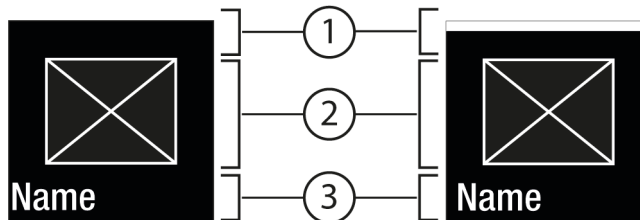
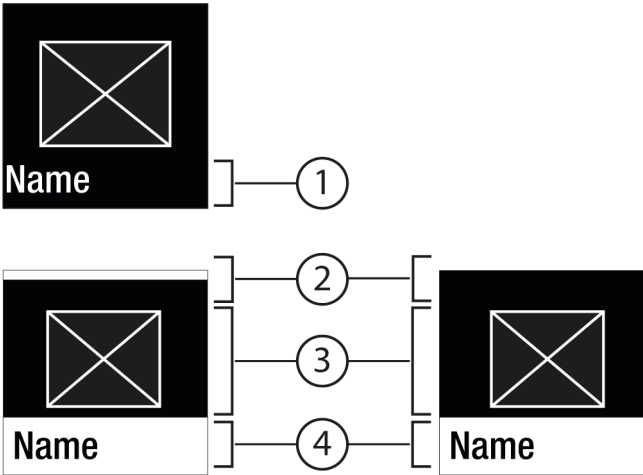

Fig. 6
Fig. 7
- 操作确认 Fig. 5 (2)，可调出子菜单 Fig. 7 (4)。
- 设置新值：操作确认 Fig. 5 (2)，选择一个禁用值 Fig. 6 (1)。
- 返回到菜单：操作确认 Fig. 5 (2)，选择已经存在的激活值 Fig. 6 (2)。
- ▷ 状态：在 Fig. 6 (1) 子菜单 Fig. 7 (4) 中短暂显示已激活。